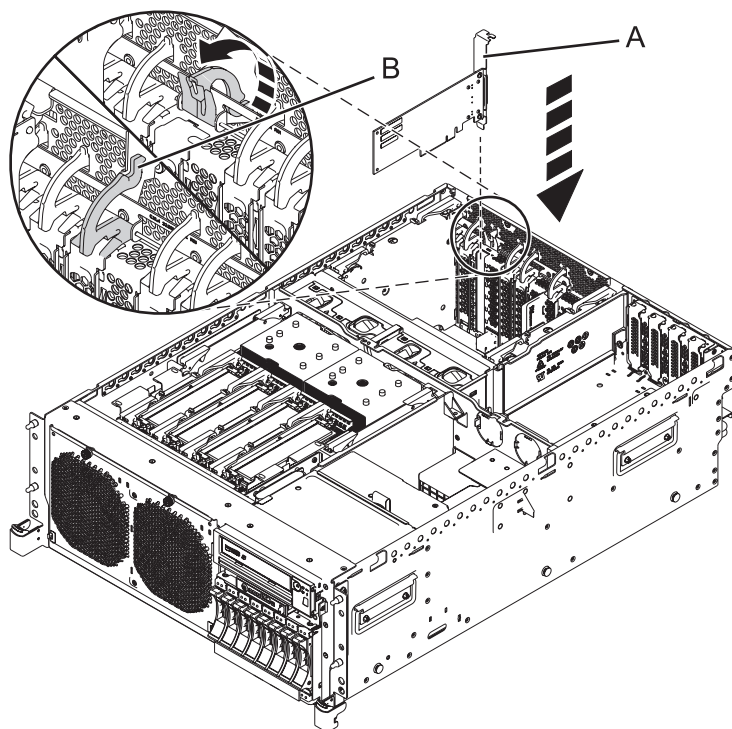
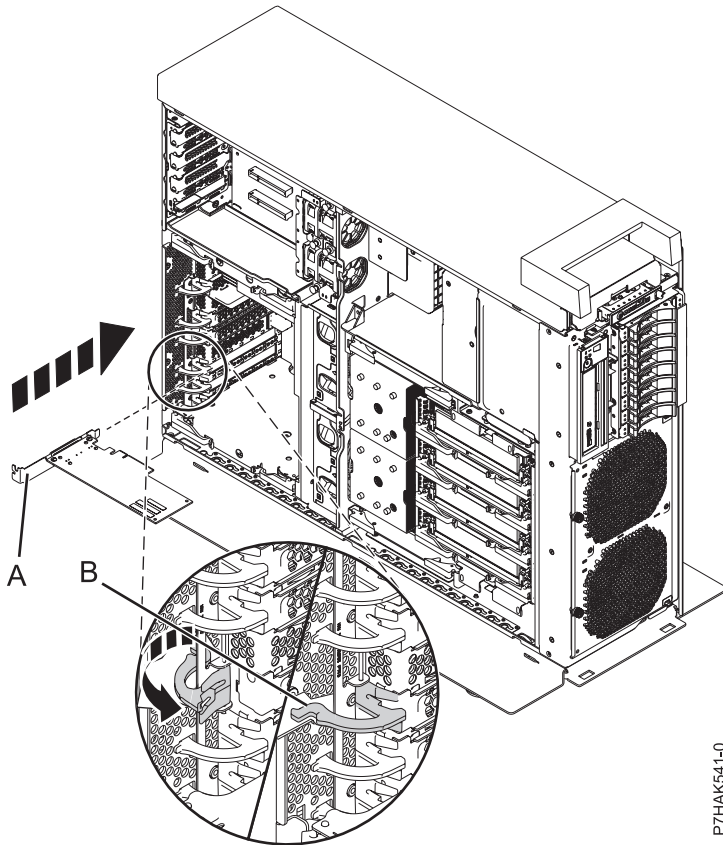

Abbildung 2. PCI-Adapter in einem Einschubsystem installieren
Abbildung 3. PCI-Adapter in einem Standalone-System installieren
15. Fassen Sie den Adapter vorsichtig an der Oberkante oder dem Haltesteg (A) an und richten Sie den Adapter an dem Erweiterungssteckplatz und an dem zugehörigen Stecker an der Systemrückwandplatte aus, wie in Abb. 2 dargestellt.
17. Verriegeln Sie die Adaptersicherung (B) wieder (siehe Abb. 2 und Abb. 3 auf Seite 6).